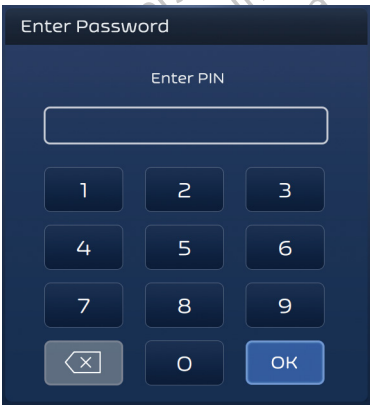

Figura 3. Ecrã de início de sessão a solicitar a palavra-passe de acesso
- 3. Quando o POST estiver concluído, será exibido o ecrã de início de sessão a solicitar a palavra-passe de acesso. Introduza a palavra-passe de acesso para iniciar a sessão* utilizando o teclado e, em seguida, prima o botão OK (consulte a figura 3).